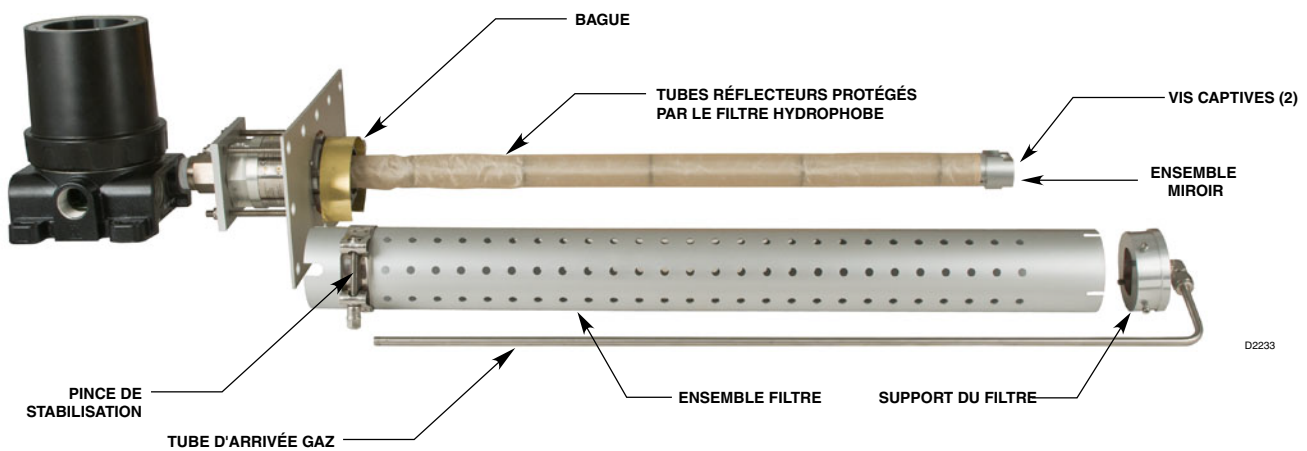
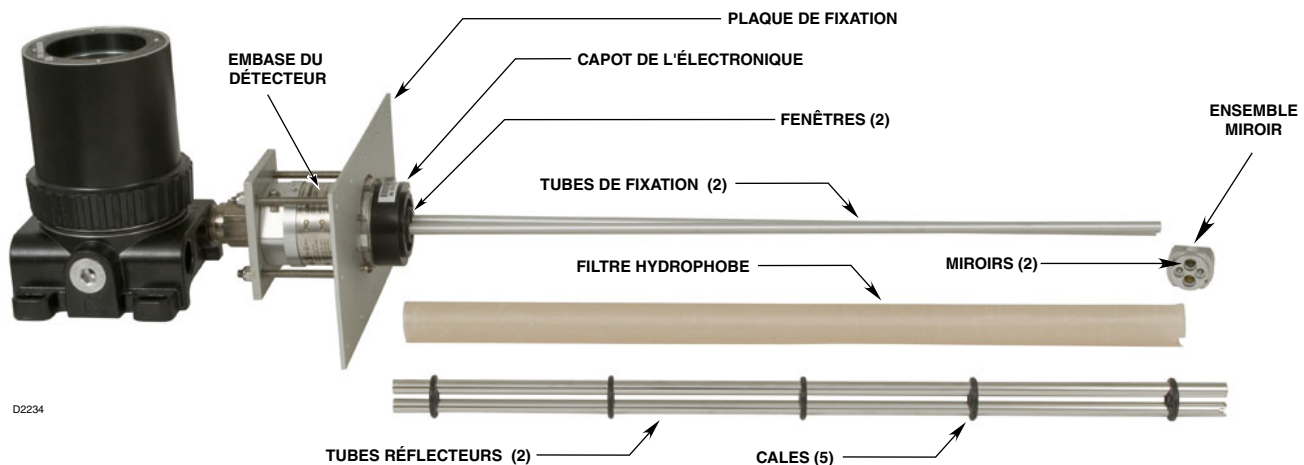

Figure 12—PIRDUCT avec Ensemble Filtre Retiré
Figure 13—PIRDUCT Démonté pour le Nettoyage
1. Desserrer la pince de stabilisation pour libérer le filtre et la cale du capot de l'électronique. Ne pas retirer complètement la pince de ce capot. Garder la cale à proximité pour le remontage (voir Figure 12).
2. Desserrer les deux vis captives sur l'extrémité du filtre, puis glisser l'ensemble filtre vers l'extérieur comme représenté en Figure 12.
3. Desserrer les deux vis captives situées sur le dessus du miroir (Figure 12) et séparer celui-ci des tubes réflecteurs. Voir Figure 13.
4. Extraire les tubes réflecteurs des tubes de fixation comme représenté en Figure 13. Ne pas retirer le capot de l'électronique.
10. Serrer les deux vis captives sur l'ensemble miroir. Voir la Figure 12. Serrer les vis de façon régulière. Ne pas serrer trop fort (appliquer un couple de 1 N•m minimum).